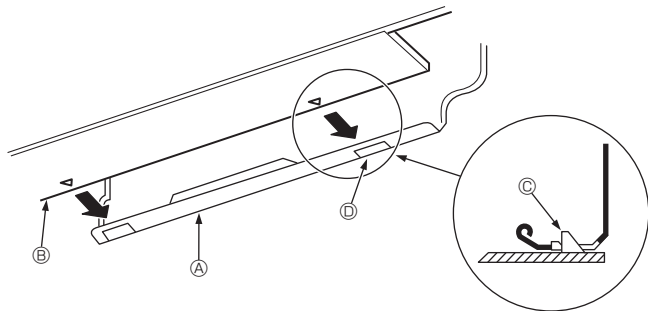

Fig. 3-15
3. Mens du setter kjølemiddelrør og avløpsslange i gjennomløpshullet i veggen (gjennomløpshylsen), henger du toppen av innendørsenheten på festebordet ①.
5. Fest ved å skyve den nederste delen av innendørsenheten på festebord ①. (Fig. 3-15)
- \* Sjekk at knottene under innendørsenheten er riktig heftet inn i festebordet ①.
- ① Festebord
- ② Innendørsenhet
- ③ Krok
- ④ Firkantet hull